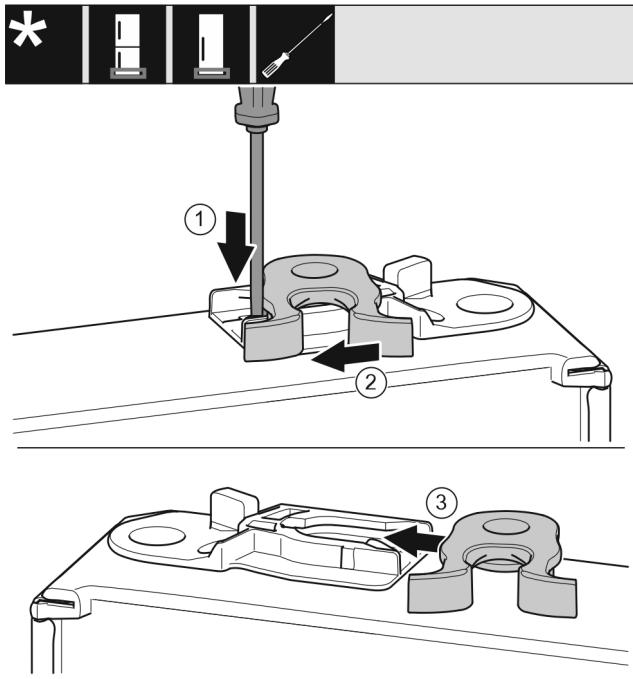

Fig. 18
- Plochým skrutkovačom zatlačte sponu Fig. 18 (1) nadol.
- Vytiahnite zatvárací hák Fig. 18 (2) z vedenia.
- Zasuňte zatvárací hák Fig. 18 (3) na druhéj strane do vedenia.